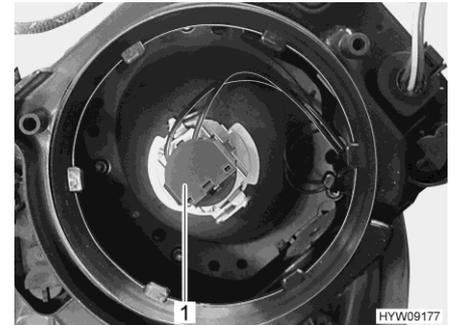

Fig. 162 Ampoule (feux de croisement/feux de route)
- Tourner la douille (Fig. 162,1) avec la lampe dans le sens inverse des aiguilles d'une montre et la retirer du boîtier de la lampe.
- Mettre la douille (Fig. 162,1) avec l'ampoule dans le boîtier de la lampe et serrer en vissant dans le sens des aiguilles d'une montre. La douille s'enclenche de manière audible.